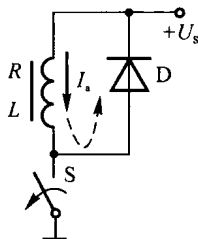

图 1.2
(3) 二极管的应用: 二极管的应用面很广, 都是利用它的单向导电性, 主要应用有钳位与隔离、整流与检波、限幅和续流等。在教材中有相应例题或习题列举了前三种应用, 续流电路如图 1.2 所示, 当开关 S 闭合时, 二极管 D 截止, 线圈中流过电流 I_a 。在开关 S 断开瞬间, 电流不能突变, 二极管为其提供继续流动的通路, 故称续流二极管。若无此二极管, 则线圈的自感电动势将可能使开关被击穿而损坏。